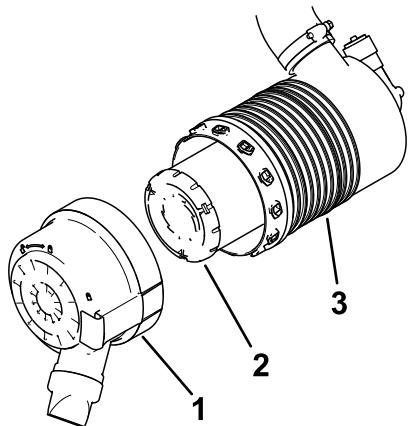

Figura 41
5. Instale a cobertura do filtro de ar com a tampa de poeira orientada para baixo como em Figura 41 e prenda os trincos.